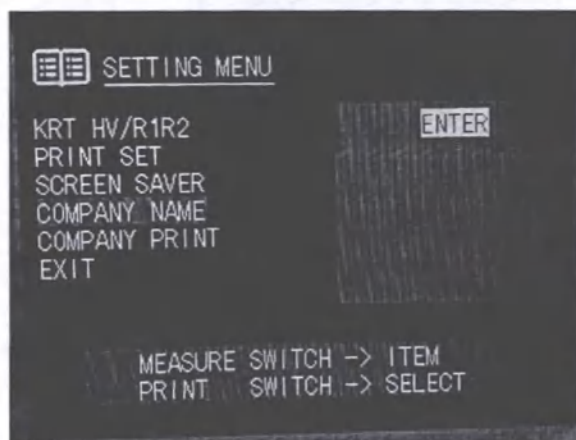

Рисунок 60 – Экран настройки COMPANY NAME
- Нажмите кнопку измерения на ручке управления, переместите курсор на пункт COMPANY NAME (рисунок 60).